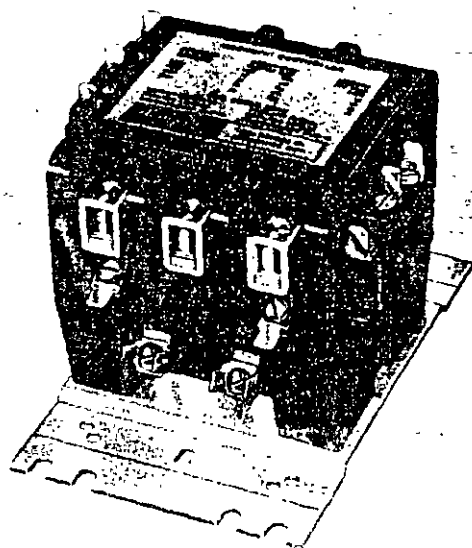

FIGURA R18-25 (Cortesía de Minneapolis Honeywell.)
2. **Contactores.** Los contactores son relevadores capaces de manejar mayores cantidades de corriente, o se pueden definir como relevadores de uso extrarrudo. El contactor lleva a cabo la misma función, que es la de controlar un circuito eléctrico mediante un ensamble de bobina magnética y eslabonamiento, que abre y cierra los contactos; pero como su construcción es más robusta y hay grandes superficies de contacto, cerrará y abrirá mayores demandas de corriente. La capacidad de los contactos de los relevadores llega a 20 A. La capacidad de los contactores comienza en 20 A y llega a 600 A o más (véase figura R18-25).